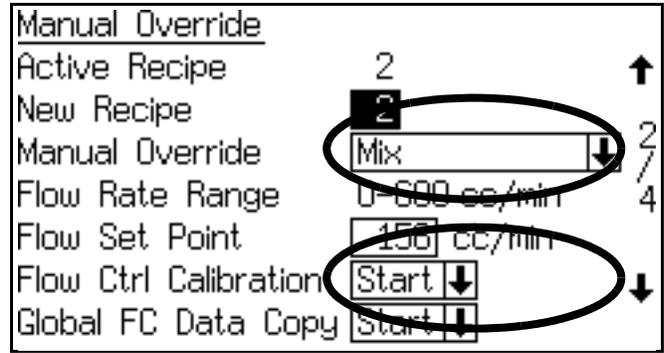

图 97. 手动覆盖屏幕
4. 进入 **手动覆盖屏幕**（见图 97）。将“手动覆盖”设置为“混合”，并将流量控制校准设置为“起动”。